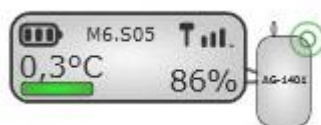

Рис. 7
Каждый измерительный модуль изображен в виде прямоугольника с цифровыми и строковыми значениями и пиктограммами (рис. 7).
- Норма при диапазоне температур от $-2,9^{\circ}\text{C}$ до $+1,9^{\circ}\text{C}$ (цвет прямоугольника на рис. 7 – зеленый)
- Понижение относительно нормы в пределах допустимого при диапазоне температур (Lo) от $-3,0^{\circ}\text{C}$ до $-4,9^{\circ}\text{C}$ (цвет прямоугольника на рис. 7 – голубой)
- Повышение относительно нормы в пределах допустимого при диапазоне температур (Hi) от $2,0^{\circ}\text{C}$ до $+4,9^{\circ}\text{C}$ (цвет прямоугольника на рис. 7 – желтый)
- Понижение относительно нормы в за пределами допустимого при диапазоне температур (LoLo) от $-5,0^{\circ}\text{C}$ и ниже (цвет прямоугольника на рис. 7 – синий)
- Повышение относительно нормы в за пределами допустимого при диапазоне температур (HiHi) от $+5,0^{\circ}\text{C}$ и выше (цвет прямоугольника на рис. 7 – красный)